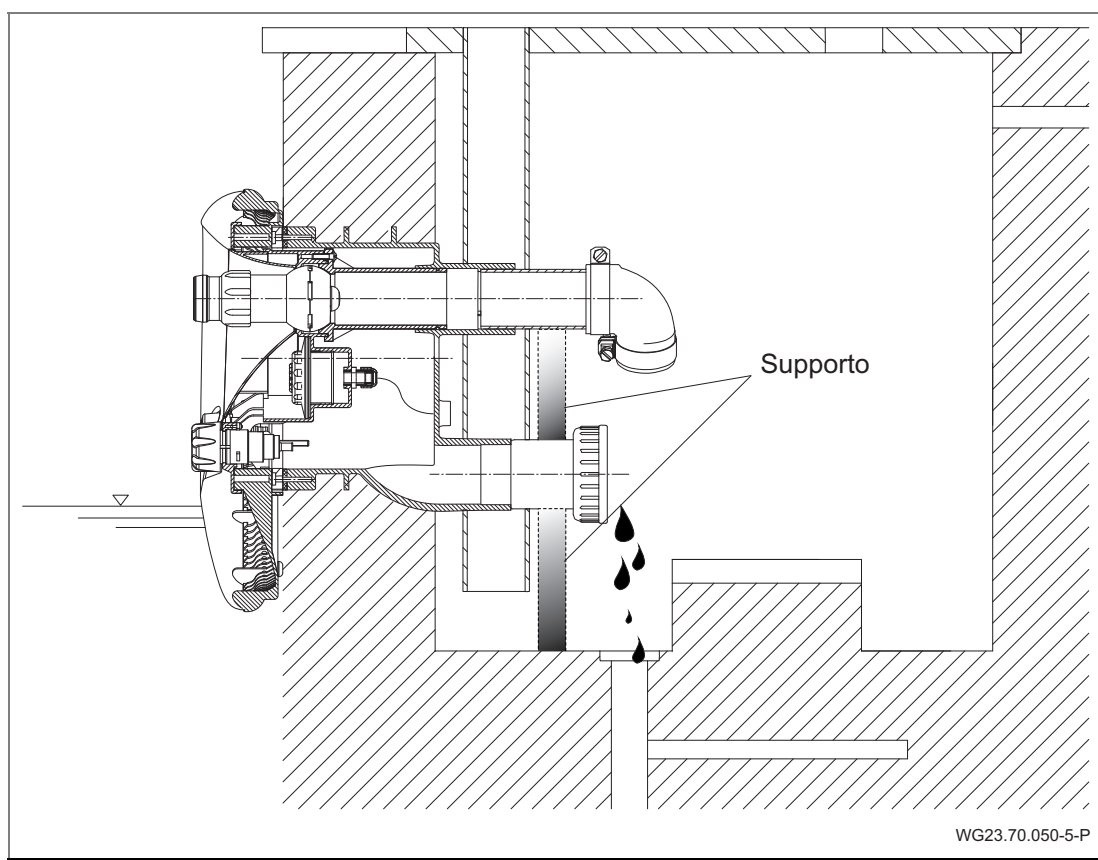

Fig. 28
3. Scaricare il tubo di aspirazione e di mandata poggiando su un sostegno. Vedere "Fig. 28" a pagina 47.